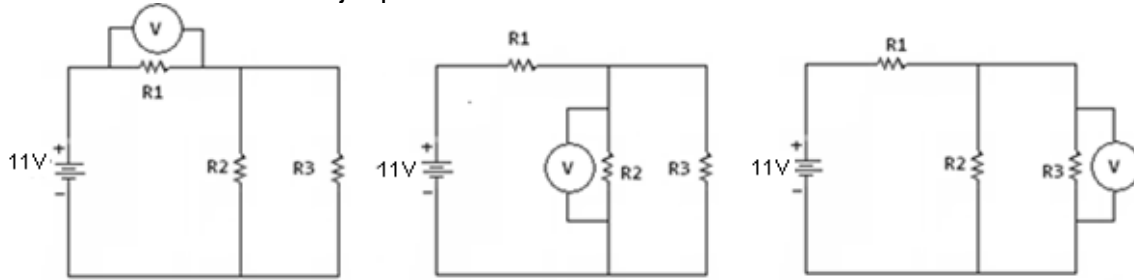

FIGURA 11
10. Mida las diferencias de potencial de cada una de las resistencias del circuito mixto, coloque el voltímetro como se le indica en la figura 11, realice las mediciones de voltaje que se le indicada en la tabla 2.